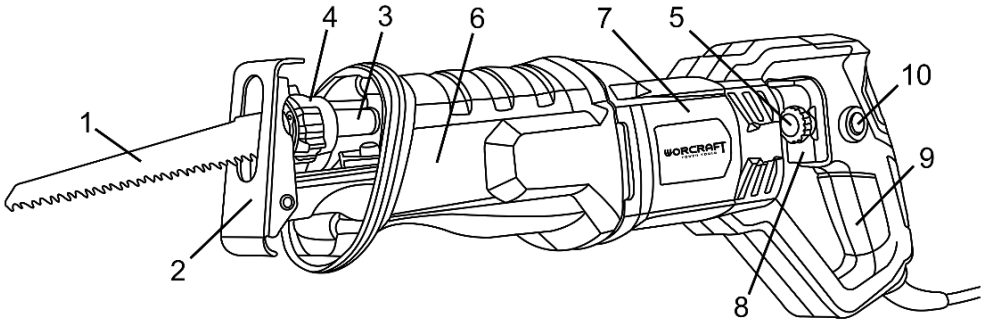
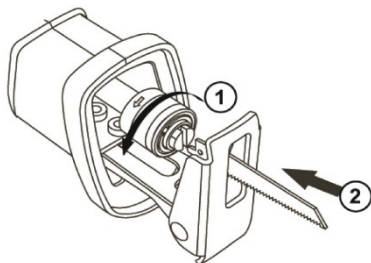
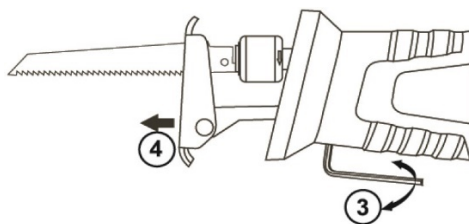

Рисунок 1
Рисунок 2
Рисунок 3
Полотно кріпиться у швидкозатискному замку, який самостійно фіксується. Для встановлення полотна необхідно повернути замок (4, рисунок 1) до упору, вставити хвостовик полотна в гніздо букси до упору й відпустити замок (дивіться рисунок 2), перевірити зачеплення цапфи фіксування пиляльного полотна з напрямним отвором пиляльного полотна. Впевніться в надійності фіксації пиляльного полотна.
Для регулювання положення опорної платформи (2, рисунок 1) необхідно послабити гвинт її фіксації за допомогою шестигранного ключа з комплекту постачання. Потім витягнути опорну платформу до необхідного положення та зафіксувати її, затягнувши гвинт-фіксатор (дивіться рисунок 3).
- **пуск** – натисніть на пускову клавішу (8, рисунок 1) до положення з необхідною частотою ходів штока;
- **пуск** – виберіть рівень обмеження частоти ходів штока обертанням регулятора-обмежувача (5, рисунок 1) до необхідної величини. Натисніть на пускову клавішу (8, рисунок 1) та заблокуйте її в увімкненому стані натисканням кнопки фіксації (10, рисунок 1);
У разі зникнення напруги електроживлення під час роботи з активованою кнопкою-фіксатором (10, рисунок 1), негайно розблокуйте кнопку вимикача (натисніть на пускову клавішу та відпустіть її).
4.4 Регулювання частоти ходів штока дозволяє поліпшити якість виконуваної роботи, не допускаючи пошкодження оброблюваного матеріалу. Частоту ходів штока регулюйте ступенем натискання на пускову клавішу (8, рисунок 1). Максимальна частота ходів штока відповідає повному натисканню пускової клавіші до упору. Обмеження частоти ходів штока виконується поворотом регулятора-обмежувача (5, рисунок 1) до необхідного рівня. При установці регулятора-обмежувача в крайніх положеннях виріб буде функціонувати у різних межах швидкості роботи. Частота ходів штока повинна бути підібрана залежно від виду матеріалу, що обробляється, і пиляльного полотна, яке використовується для роботи.
Обіпріть передній край опорної платформи (2, рисунок 1) на оброблювану заготовку (або гілку) та встановіть різальну крайку пиляльного полотна навпроти лінії різі. Перевірте, щоб шнур електроживлення розташовувався поза робочою зоною (лінією різі) пиляльного полотна. Увімкніть виріб на вибраній швидкості руху пиляльного полотна і введіть його в оброблюваний матеріал. Докладайте мінімальне зусилля, якого достатньо для рівномірного розпилювання та стабільного положення виробу.
При криволінійному розпилюванні контролюйте напрямок пиляльного полотна за допомогою основної рукоятки виробу (9, рисунок 1).